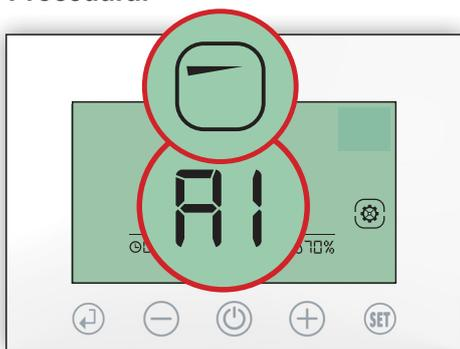

Fig. 88
2.1 **A1**: Premere  per impostare l'apertura alla posizione A1 (33%), apparirà l'icona  premere  per confermare e uscire dall'impostazione (Fig.88).